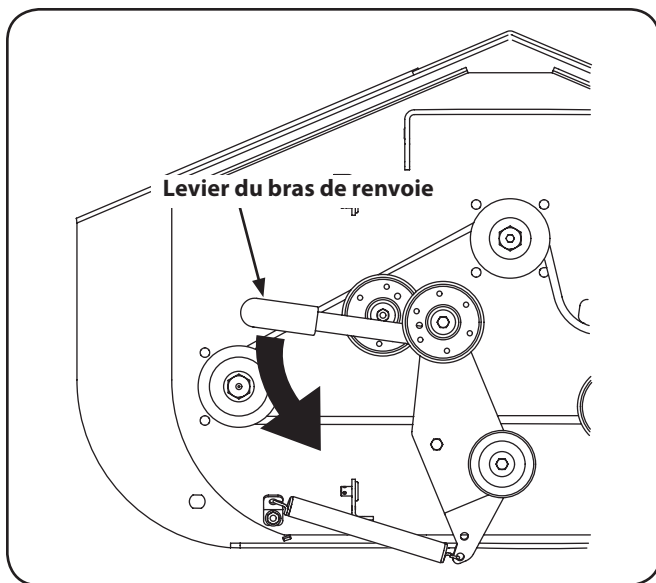

Figure 7-2
- Un voltmètre doit donner un relevé de 12,6 volts (C. C.) ou plus aux bornes de la batterie. See Figure 7-2.